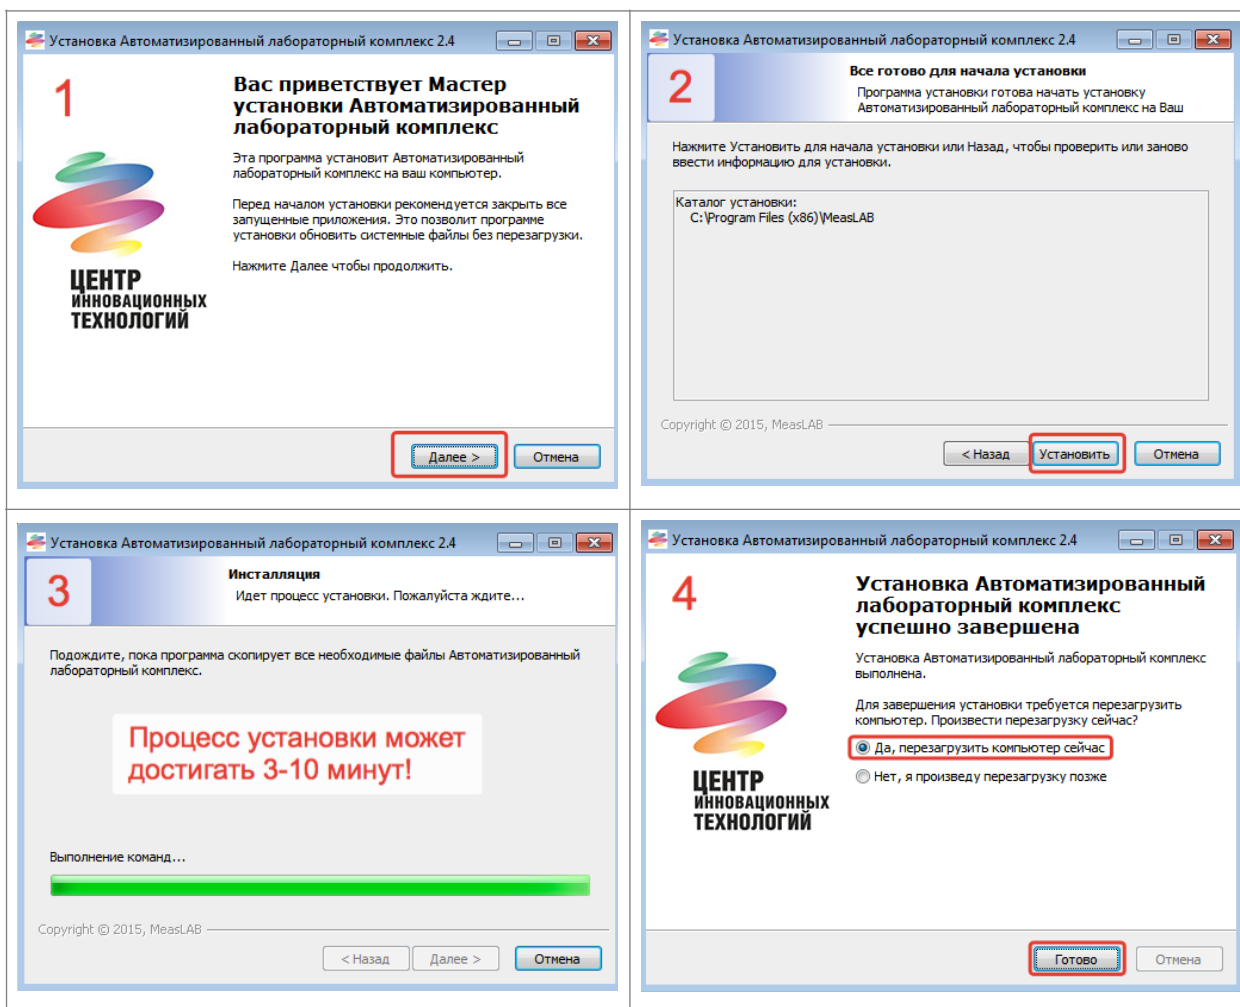

Рисунок 1 - процесс установки ПО Measlab
1. Из папки «Установка» запустите установку программы «Setup.exe». Начнется процесс установки программного обеспечения Measlab. Длительность процесса установки зависит от производительности компьютера, в среднем процесс занимает 3-10 минут (рисунок 1). Для перехода к следующему действию следует нажимать клавишу «Далее». По завершению установки система предложит перезагрузить компьютер, выберите пункт «Да» и нажмите клавишу «Готово».